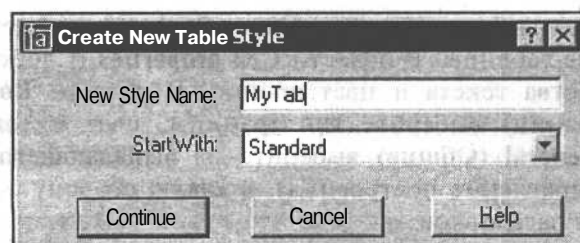

Рис. 14.23. Диалоговое окно создания нового стиля таблицы **Create New Table Style**
2. Щелкните в нем на кнопке **New** (Создать). Появится диалоговое окно **Create New Table Style** (Создание нового стиля таблиц) (рис. 14.23).